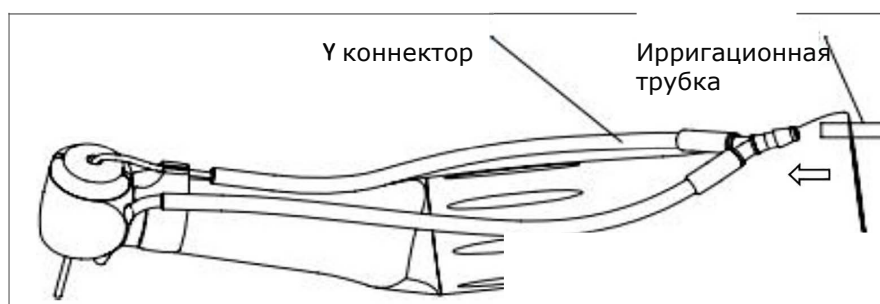

Рис. 7
- Присоедините ирригационную трубку к Y-образному коннектору (см. Рисунок 7).